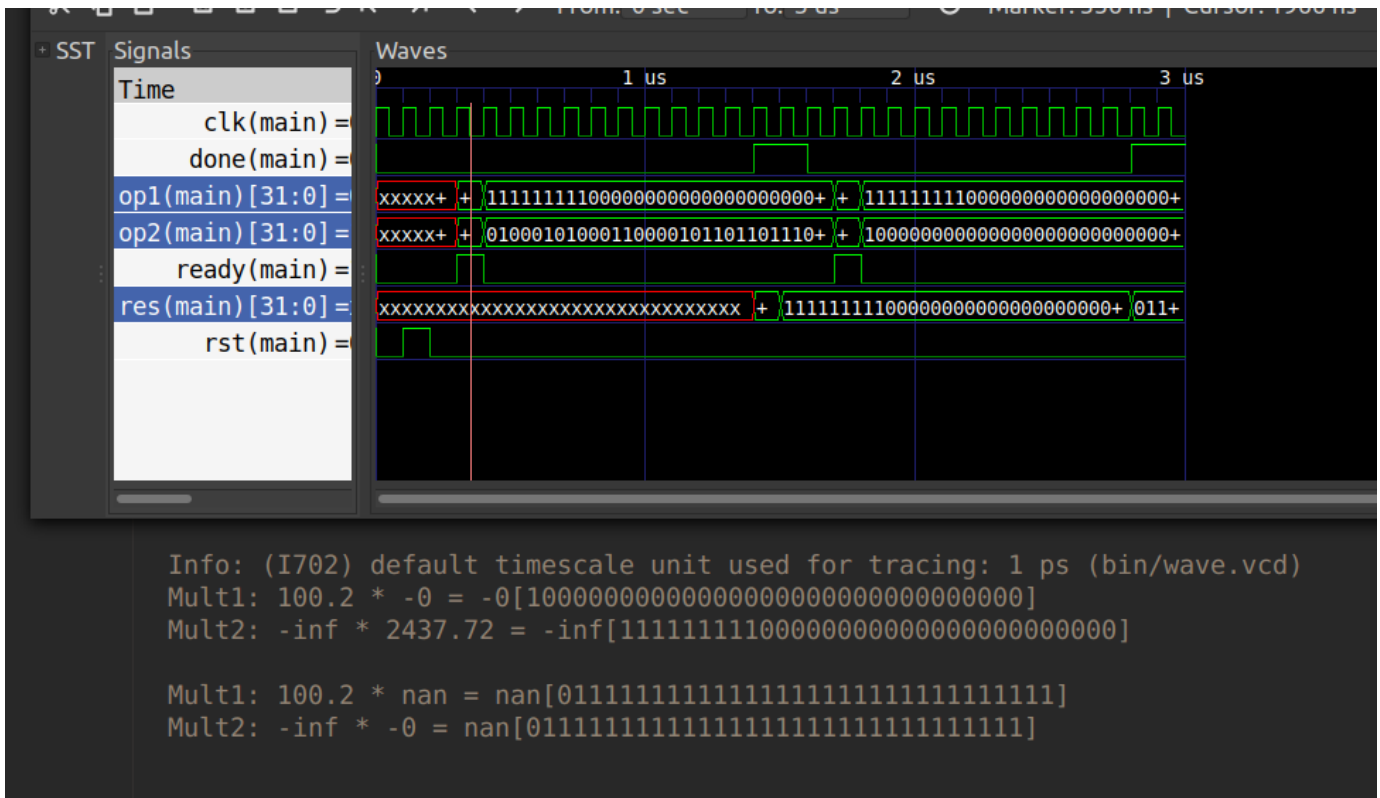

Figura 8. Simulazione in SystemC con targeted_test
- **targeted_test**: analogo a quello in Verilog. [Figura 8].